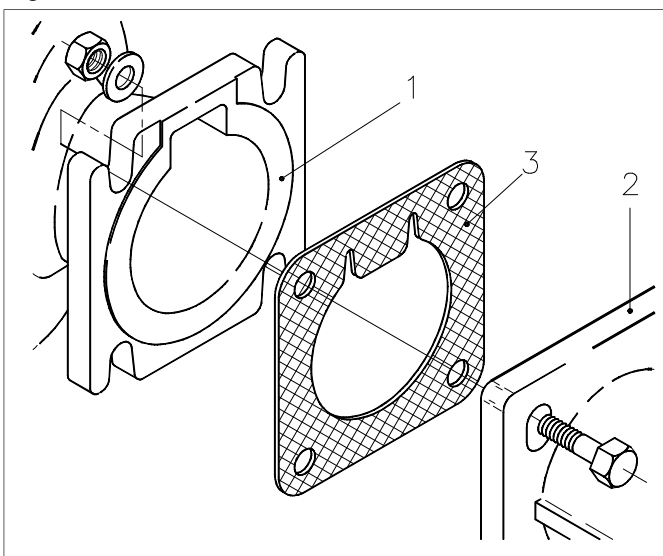

Fig. 6.7
- Plaats een speciale pakking (3) zie fig. 6.7
- Monteer koppelingsdeel (1) met nieuwe pakking (3) aan de pomp (2).